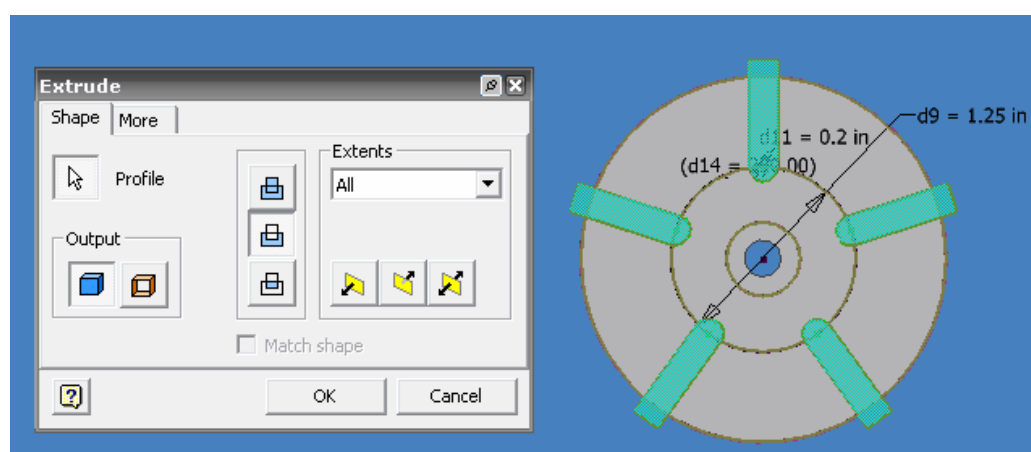

Figura 4.21 Vista previa de la operación CUT.
25.-Finalice de trabajar en el entorno de bocetos 2D. A continuación seleccione EXTRUDE de su menú PART FEATURES y seleccione la opción CUT y de la pestaña EXTENTS seleccione ALL y seleccione los 5 perfiles creados por medio del CIRCULAR PATTERN, de modo que obtenga la figura 4.21. Presione OK para finalizar.